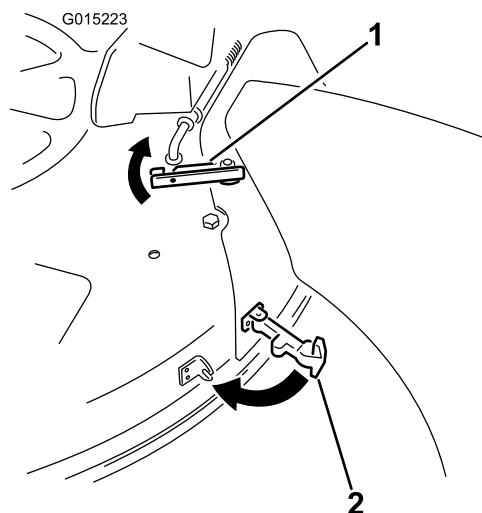

Bild 23
6. Haken Sie den Riegel oben am Auswurfkanal um die Gelenkstange des Ablenkblechs, siehe Bild 23.
7. Befestigen Sie den Auswurfkanal am Mähwerk. Haken Sie den flexiblen Verschluss am Auswurfkanal an der Befestigungsklemme ein, der hinter der Öffnung am Mähwerk angeschweißt ist (Bild 23).